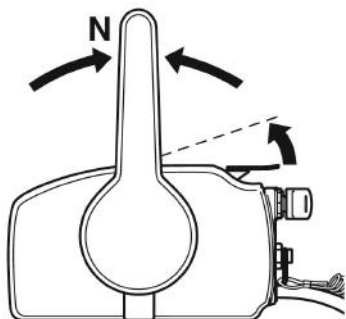

Рис. 31 Положение рычага для запуска двигателя
- Установите рычаг управления дроссельной заслонкой в положение для запуска (Рис. 31). Поднимите рычаг до возникновения сопротивления, затем поднимите рычаг еще немного.